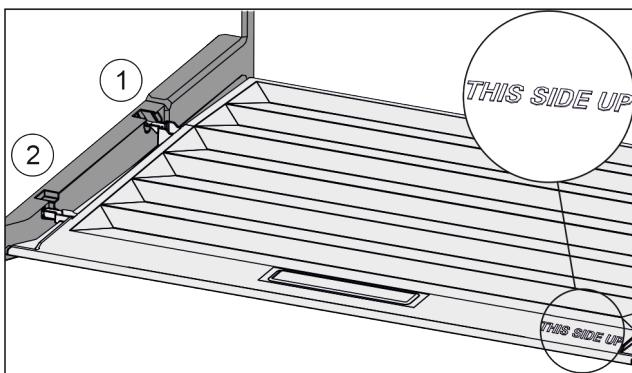

Fig. 49
- Вставить поперечные ребра крышки через отверстие заднего держателя Fig. 49 (1) и защелкнуть спереди в держателе Fig. 49 (2).